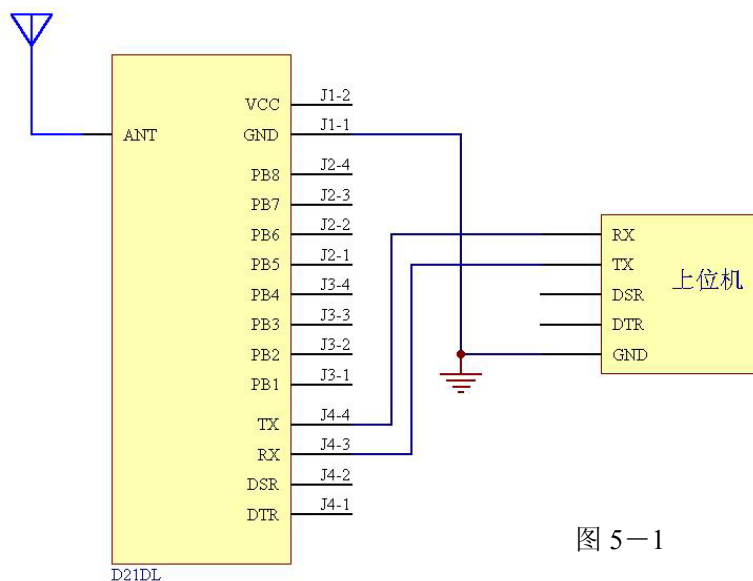

图 5-1
1、用户在使用中不需改变模块参数（例如：频率、ID 地址等），例如：直接连接某些仪器、仪表等，连接电平为 TTL 或 RS-232 标准。见图 5-1